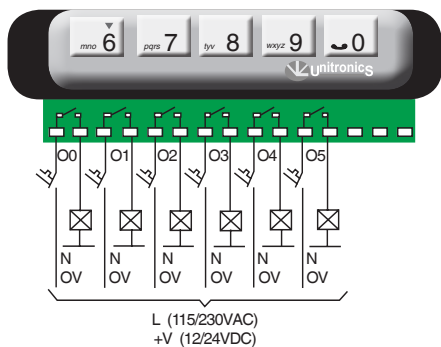

Рис. 4. Дискретные выходы
- 6 дискретных выходов (рис. 4, стр. 4);